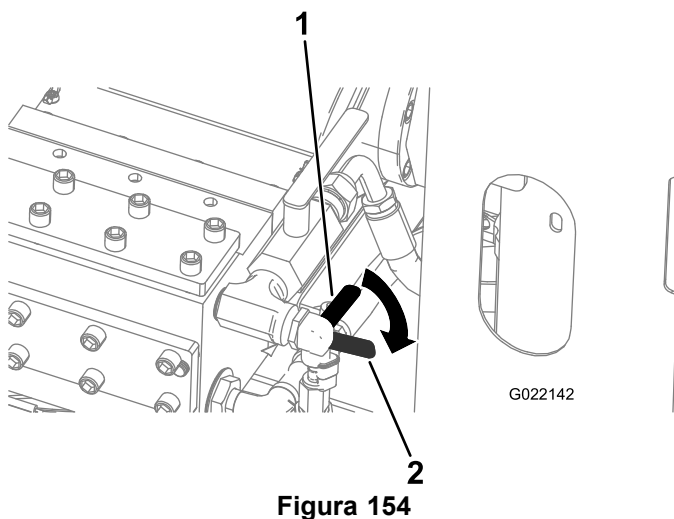

Figura 154
- A. Abra a válvula de anticongelante no lado dianteiro da bomba de fluido de perfuração (válvula inferior) como mostrado na Figura 154.
6. Feche a válvula de anticongelante (Figura 154).